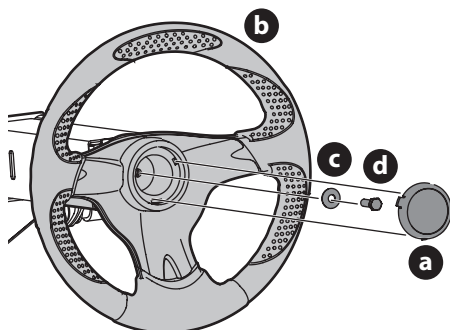

Figure 6
1. Retirez les éléments de fixation du volant sous le capuchon du volant (a). Faites délicatement levier sur le capuchon du volant (a) pour retirer la quincaillerie (Figure 6).
2. Les roues de la machine orientées vers l'avant, placez le volant (b) sur l'arbre de direction (Figure 6).
3. Placez la rondelle Belleville (c) sur le volant (b) et fixez-la à l'aide de la vis de blocage hexagonale (d) (Figure 6).